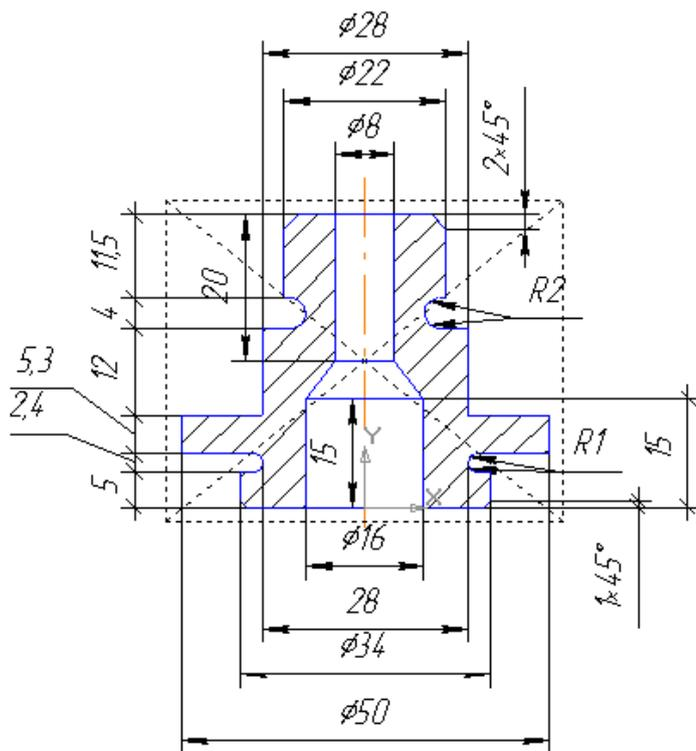

Рисунок 39 - Чертеж детали
**Задание:** создать 3D модель детали (рис.38) и ассоциативный 2D чертеж (рис.39).